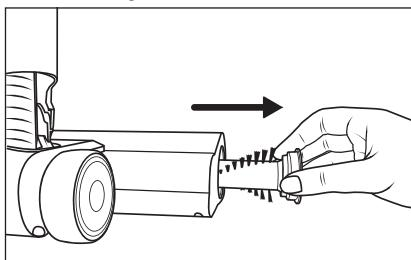

Fig. 27
- 3) Retirez le rouleau brosse 20 de la brosse de sol 21 (voir fig. 27).